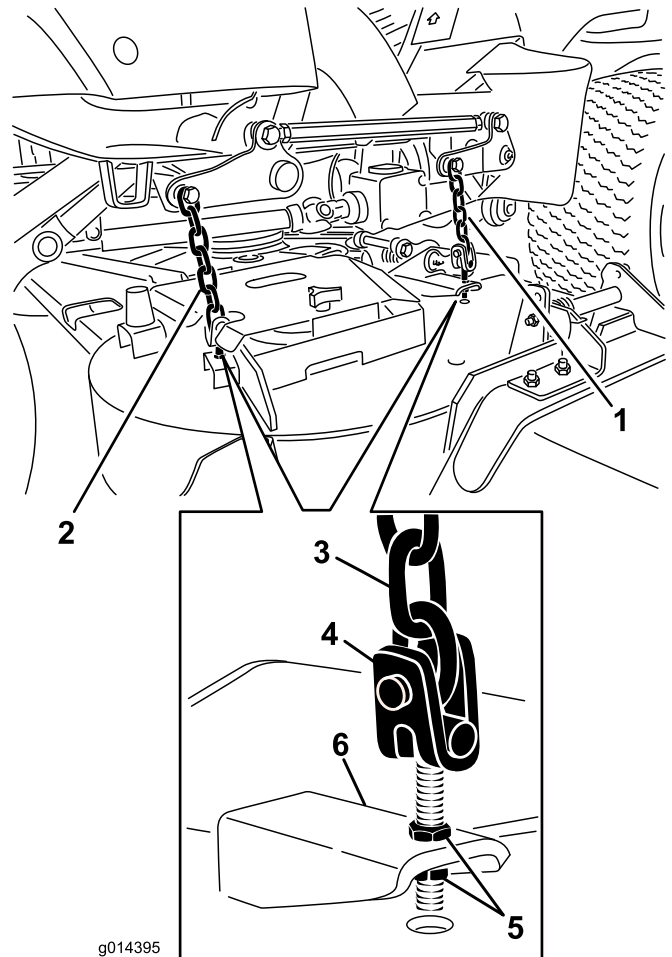

Bild 70
8. Stellen Sie die Klemmmuttern ein, mit denen die Mähwerkabeln bzw. -ketten am Mähwerk befestigt sind, bis das Mähwerk nivelliert ist (Bild 70).
7. Stellen Sie die Klemmmuttern ein, mit denen die hinteren Mähwerkabeln bzw. -messer befestigt sind, um das Mähwerk hinten anzuheben, sodass die Messerneigung auf 8 mm eingestellt ist (Bild 70).